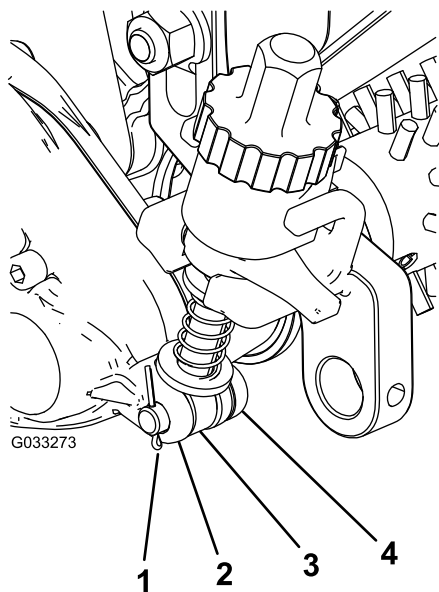

图19
- 将靠近疏草刀驱动箱的调整臂组件杆滑入驱动箱上的间隙然后用调节销和开口销固定 图19。